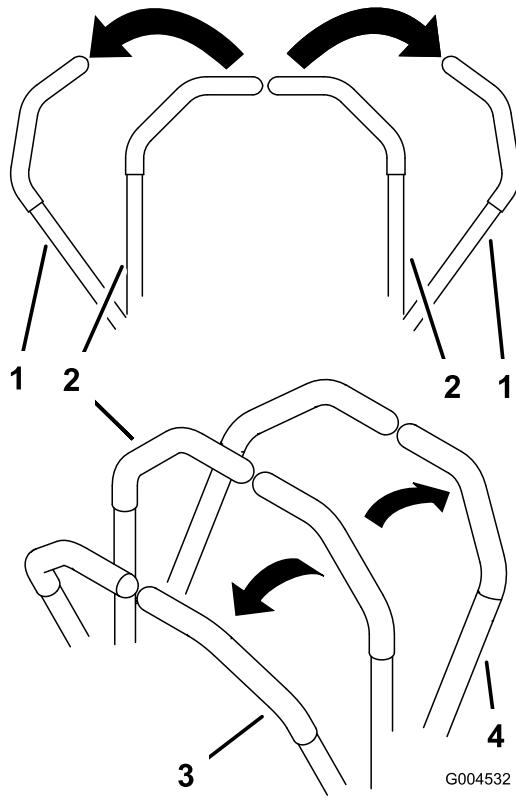

Bild 20
1. Schieben Sie die Fahrantriebshebel (Bild 20) aus der Neutralsperrstellung.
- Schieben Sie für das Vorwärtsfahren die Fahrantreibshebel langsam vorwärts (Bild 20).
- Ziehen Sie zum Rückwärtsfahren die Fahrantreibshebel langsam nach hinten (Bild 20).
- Zum Wenden, ziehen Sie beide Hebel nach hinten, um die Maschine zu verlangsamen; schieben Sie dann einen Hebel an der entgegengesetzten Seite zur Wenderichtung nach vorne (Bild 20).